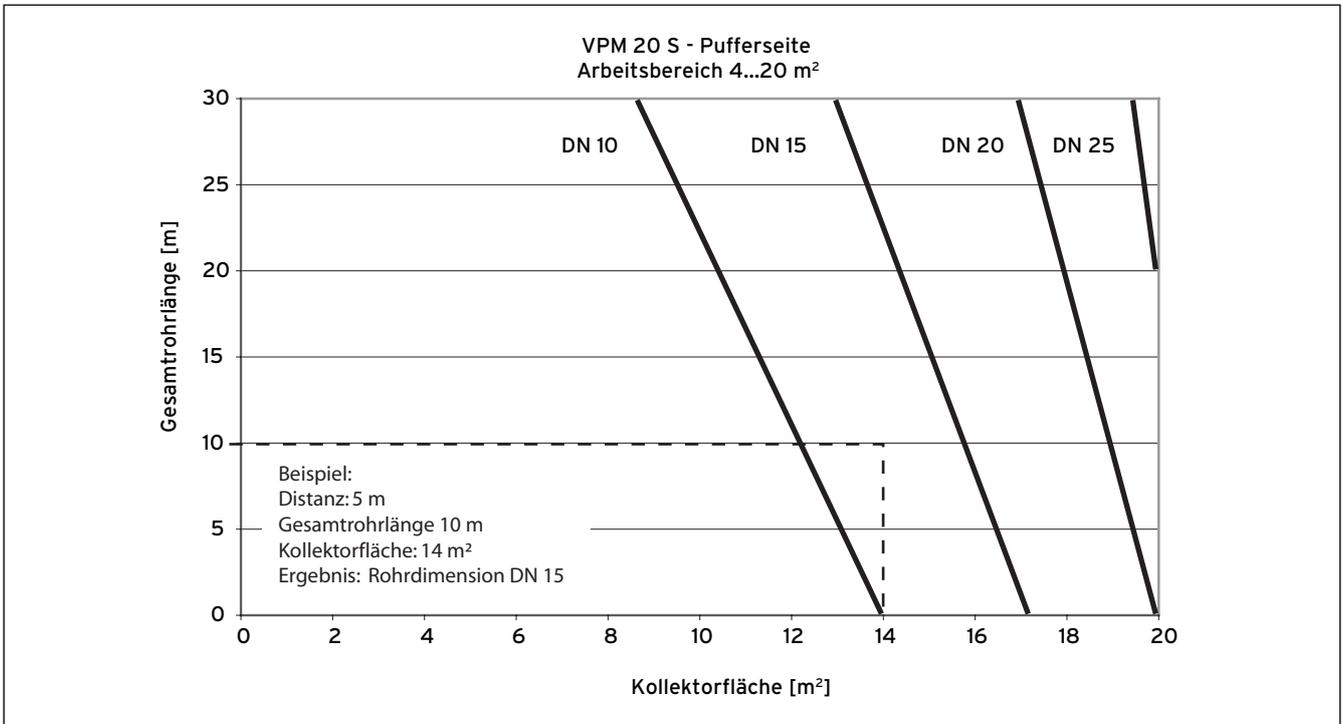
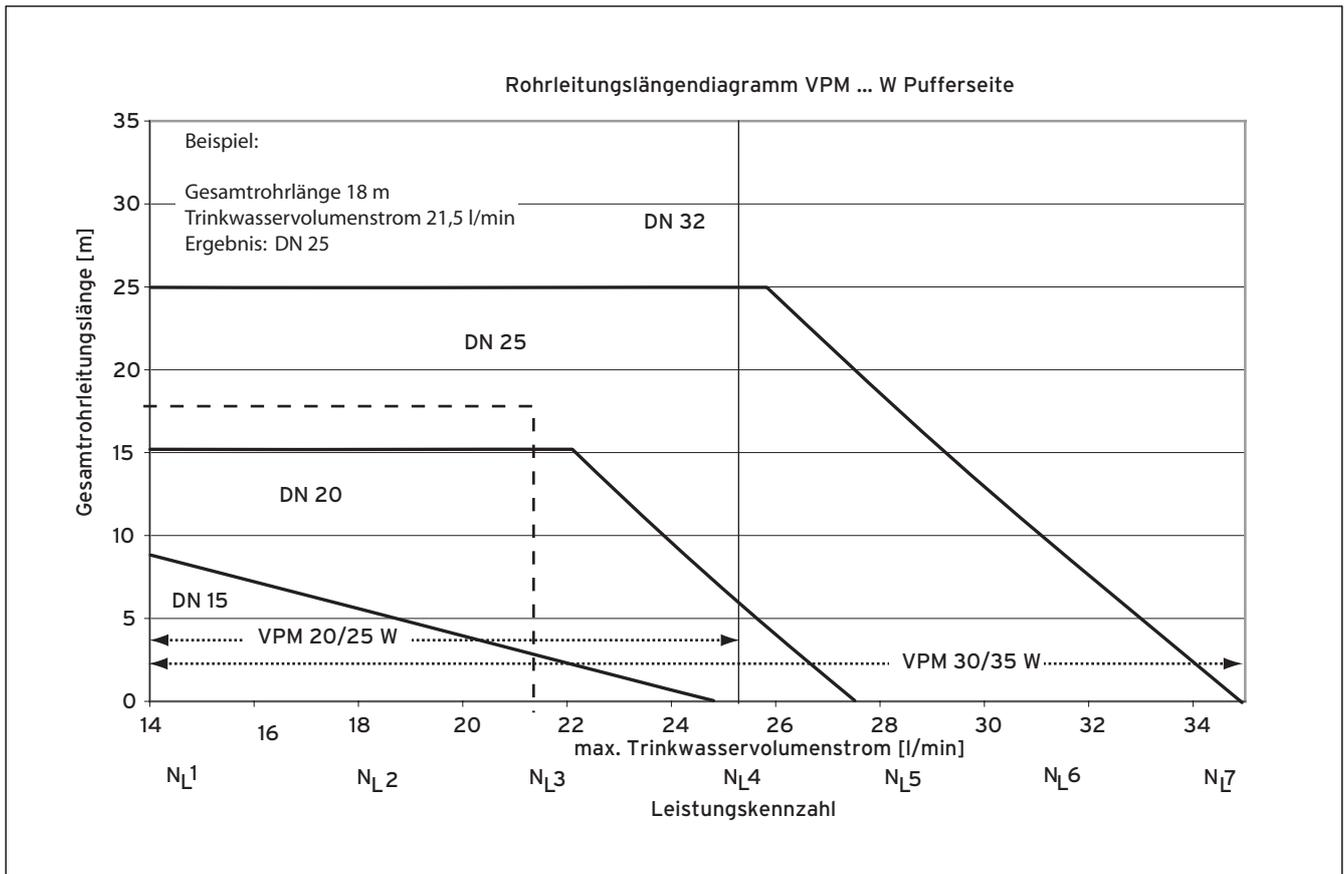

Abb. 3.16 Bestimmung Nenndurchmesser
Abb. 3.22 Rohrleitungsdiagramm Frischwasserstation
- Beachten Sie die Durchmesser der Rohrleitungen (siehe Abb. 3.16 bis Abb. 3.22).